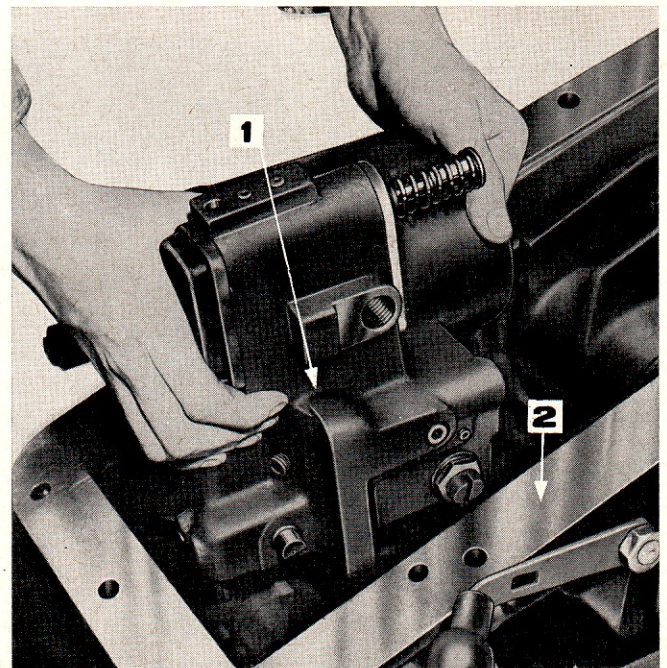

Figure 74: Pose du cylindre de relevage
3. Abaisser le cylindre sur le couvercle de relevage (Figure 74), en positionnant le cylindre sur les deux pieds de